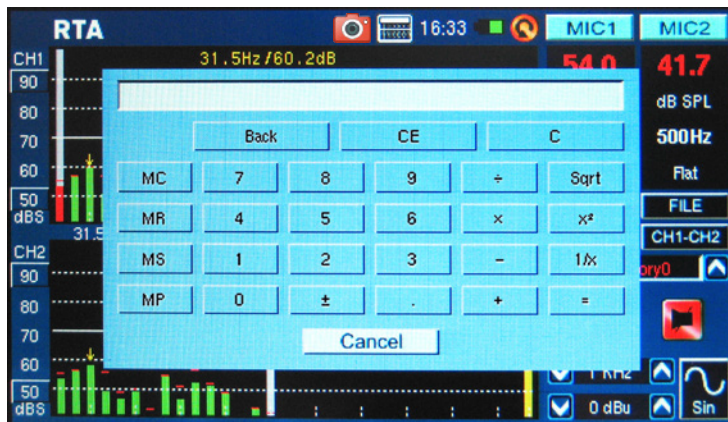

figure 8
- 計算が必要な場合、現在使用している機能を止めることなく、PAA6の計算機が表示できます。(図8)